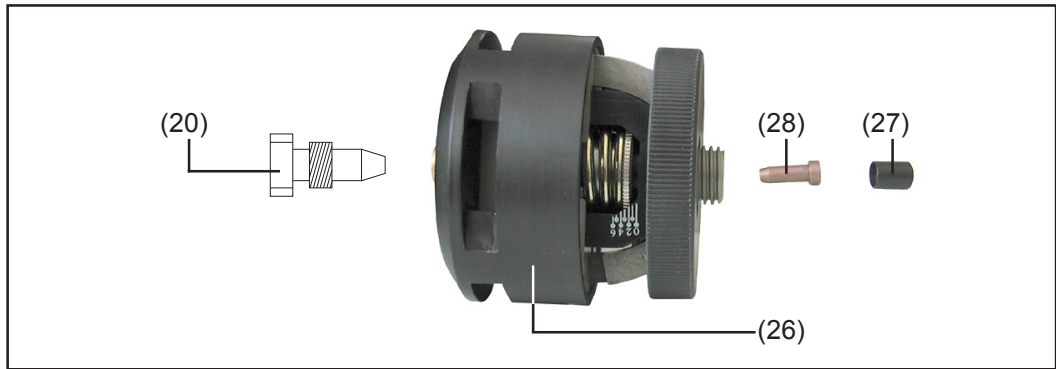

Fig. 32 Montage des buses de guidage
**REMARQUE:** Avant de mettre en place la tête planétaire, positionner le joint torique et la rondelle en ressort conformément à la fig. 32. Veiller impérativement à ce que la rondelle à ressort soit alignée conformément à l'illustration.